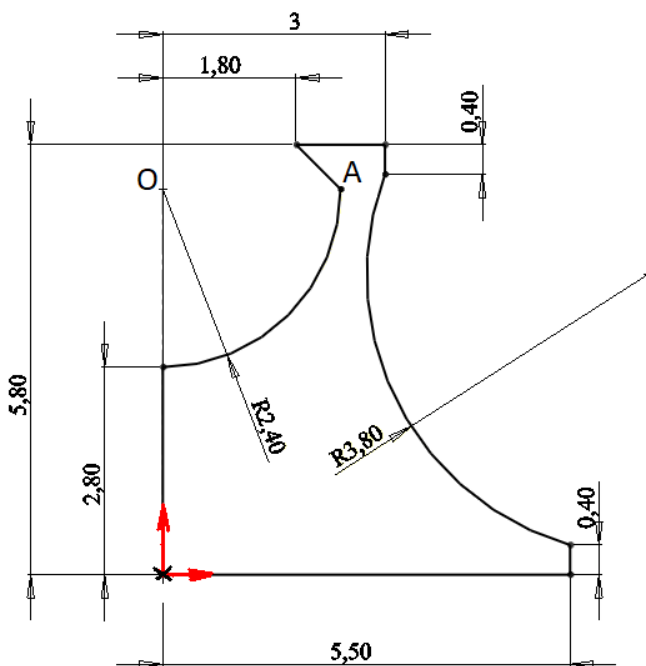

Рис. 1.6
3. Создаем эскиз по рис. 1.6 с обязательной привязкой к исходной точке.